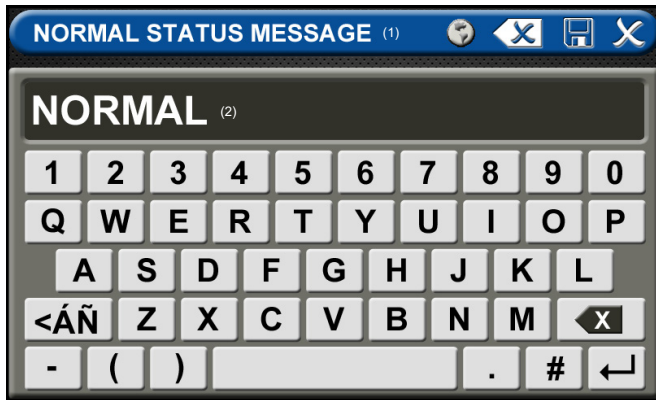

Figura 25: Pantalla de mensaje de estado normal
- Toque el botón Erase (Borrar) del teclado para eliminar la descripción existente (figura 25).